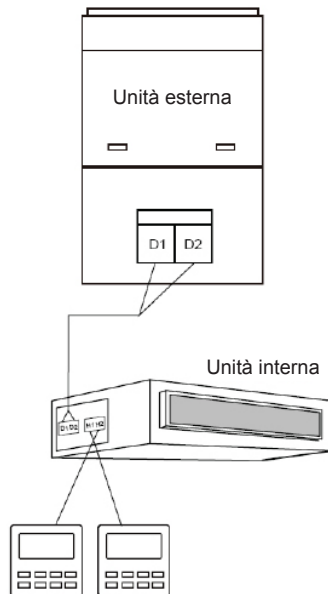

Fig. 5.4 Due comandi a filo controllano un'unica unità interna
- (1) Quando il comando controlla diverse unità interne contemporaneamente, esso può collegarsi a qualsiasi unità interna appartenente alla stessa serie. Le unità interne controllate dal comando non possono essere più di 16 e devono far parte della stessa rete. Mediante il telecomando bisogna impostare la quantità di unità interne da controllare. Si veda il paragrafo 5.2.3 Impostazione dei parametri.
- (2) Quando due comandi a filo controllano un'unica unità interna, i comandi dovranno avere indirizzi diversi. Si veda il paragrafo 5.2.3 Impostazione dei parametri.
- (3) Quando due comandi a filo controllano diverse unità interne, essi possono collegarsi a qualsiasi unità interna appartenente alla stessa serie. Gli indirizzi dei due comandi a filo dovranno essere diversi. Si veda il paragrafo 5.2.3 Impostazione dei parametri. Le unità interne controllate dal comando non possono essere più di 16 e devono far parte della stessa rete. Mediante il telecomando bisogna impostare la quantità di unità interne da controllare. Si veda il paragrafo 5.2.3 Impostazione dei parametri.
- (4) Quando uno (o due) comandi controllano diverse unità interne contemporaneamente, le unità devono essere impostate allo stesso modo.
- (5) Il tipo di collegamento tra il comando e la rete dell'unità interna deve essere del tipo di uno dei collegamenti mostrati nelle figure 5.3-5.6. Per il collegamento mostrato nelle figure 5.4 e 5.6 deve esserci solo un comando master (indirizzo 01) e un comando slave (indirizzo 02). La quantità di comandi a filo non può essere maggiore di due.